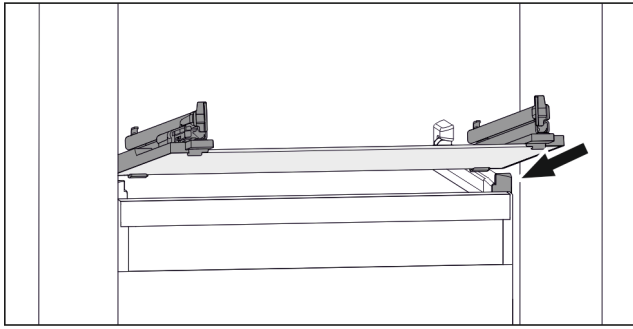

Fig. 141 Beispielhafte Darstellung der Glasplatte
- ▶ Glasplatte schräg hinter den Stopperrn aufsetzen. (siehe Fig. 141)